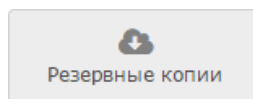

Рисунок 9.42 — Кнопка **Резервные копии**
2. В списке устройств сети выберите требуемый узел, нажмите на кнопку **Резервные копии** (рисунок 9.42).